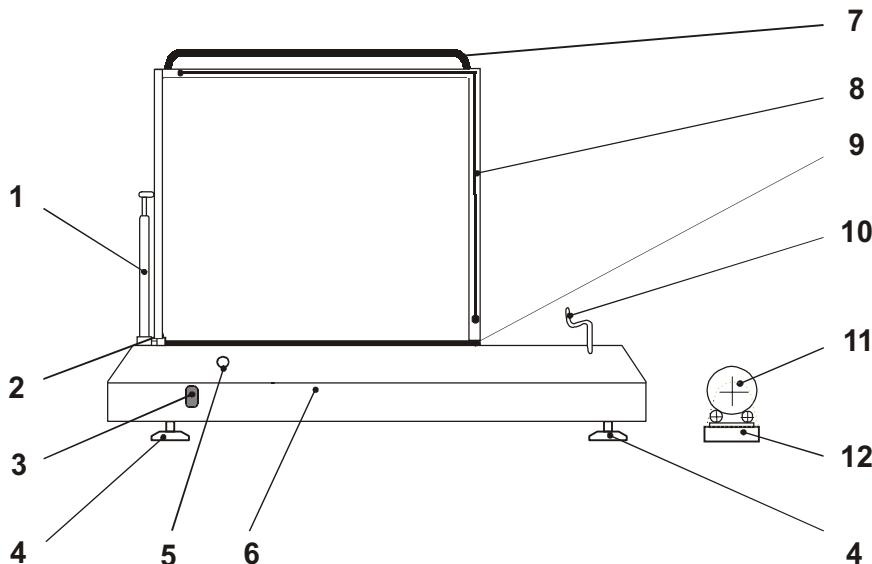

Рис. 1. Схема аппарата ТПЦ-200Н
Упаковочный аппарат ТПЦ-200Н (рис.1) состоит из металлического корпуса 6, импульсного ножа 8, расположенного на подпружиненной раме . Рассекатель 10, установленный на аппарате, необходим для разделения двух слоев полурукава пленки и облегчения последующего вложения в него пакуемого продукта.
1. Выключить кнопку «Сеть» 3 (рис. 1).
Температура никромовой нити термоноса 8 (рис.1) может достигать значительных величин, превышающих стойкость тефлонового покрытия. Конструкцией предусмотрено специальное реле времени, которое ограничивает длительность импульса тока (1,8 сек.), поэтому температура ножа не превышает критических величин.